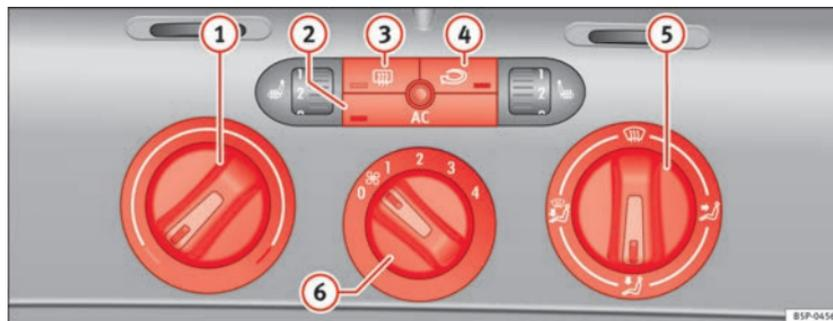

Fig. 126 Sulla plancia portastrumenti: i comandi del Climatic
– Le manopole ⇒ fig. 126 ① e ⑤ e la manopola ⑥ servono rispettivamente a impostare la temperatura desiderata, a indirizzare il flusso d'aria e a selezionare il livello di potenza della ventola.
– Per attivare o disattivare una funzione bisogna premere il tasto corrispondente ②, ③ o ④. Quando la funzione è attiva, la spia situata nell'angolo in basso del tasto si illumina.
- ① Manopola di regolazione della temperatura ⇒ pagina 166
- ② Tasto **AC** - Accensione e spegnimento del climatizzatore ⇒ pagina 166
- ③ Tasto - Lunotto termico. Questa funzione si spegne automaticamente dopo circa 20 minuti. Se si desidera spegnerlo prima bisogna premere il tasto relativo.
- ④ Tasto - Funzione di ricircolo ⇒ pagina 168
- ⑤ Manopola di regolazione della ripartizione del flusso d'aria ⇒ pagina 166
- ⑥ Comando del ventilatore. Il volume del flusso d'aria è regolabile su quattro livelli. Quando si viaggia a basse velocità, si consiglia di tenere sempre acceso il ventilatore al livello più basso. ▶
- Accendere il climatizzatore con il tasto ⇒ fig. 126  ►